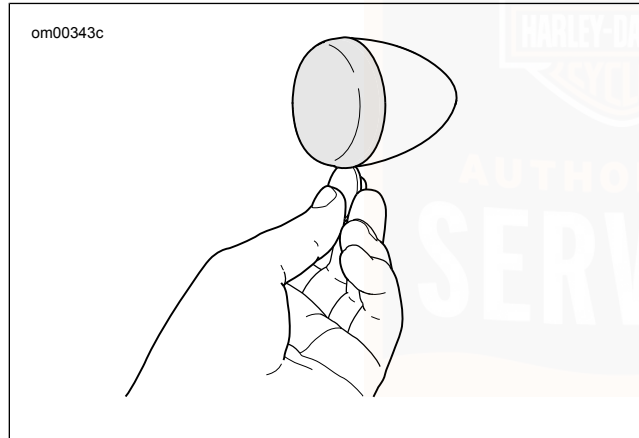

Abbildung 83. Streuscheibe entfernen.
1. Siehe Abbildung 83. Eine Münze in die Kerbe einsetzen. Vorsichtig drehen, bis der Streuscheibendeckel aus dem Lampengehäuse herauspringt.